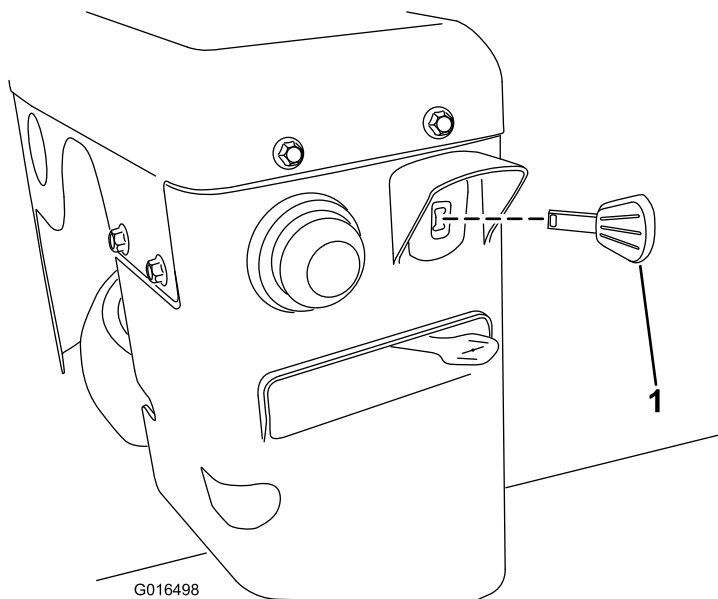

Figure 28
3. Insérez la clé de contact à fond (Figure 28).